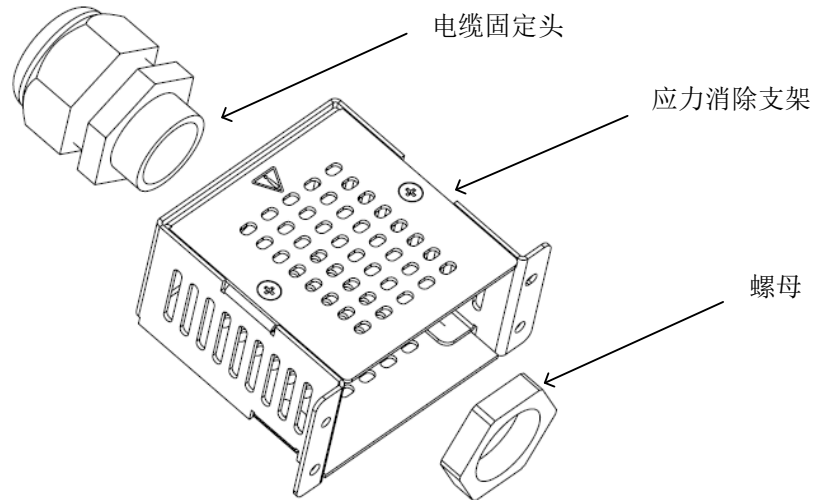

图 4-27: 将塑料螺母安装到应力消除支架
2. 将电缆固定头插入应力消除支架组件中，如图 4-27 所示。